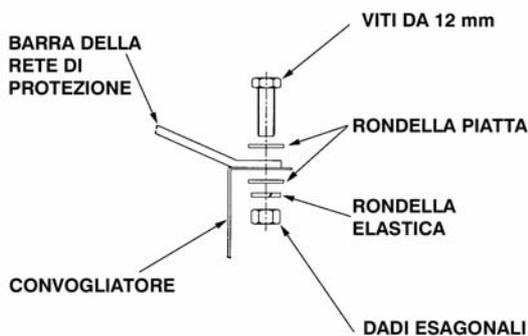

Figura 15 – Installazione della rete di protezione sul convogliatore
2. Attaccare la rete di protezione al convogliatore in uscita, in corrispondenza di ogni foro, come indicato nella Figura 15.
4. Attaccare la rete di protezione al convogliatore in uscita, in corrispondenza di ogni foro, come indicato nella Figura 15. Fissare il supporto al convogliatore in uscita con la rete di protezione, nei quattro punti di contatto.